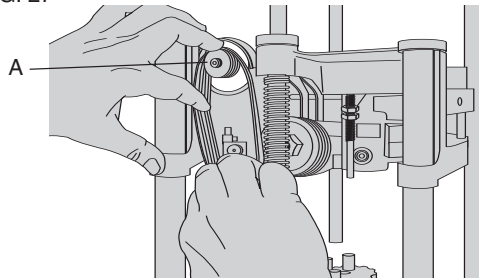

FIG. 28
6. **Ilustración 28** - Pase la correa entre la polea inferior y el tornillo de ajuste de la altura (B).